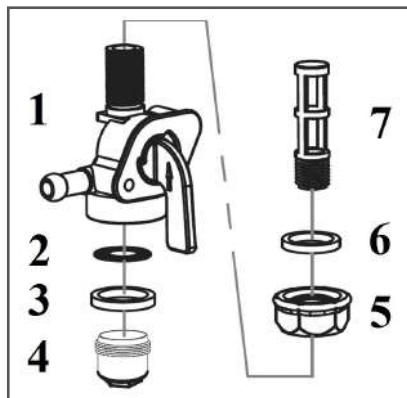

Рис. 17 Устройство топливного крана
2. Открутите контргайку 5 на 1-2 оборота (Рис. 17).
Устройство топливного крана показано на Рис. 17.
5. Извлеките из корпуса топливного крана 1 уплотнительное кольцо 3 и сетчатый фильтр 2 (Рис. 17).
6. Выкрутите из корпуса топливного крана сетчатый фильтр 7 (Рис. 17).